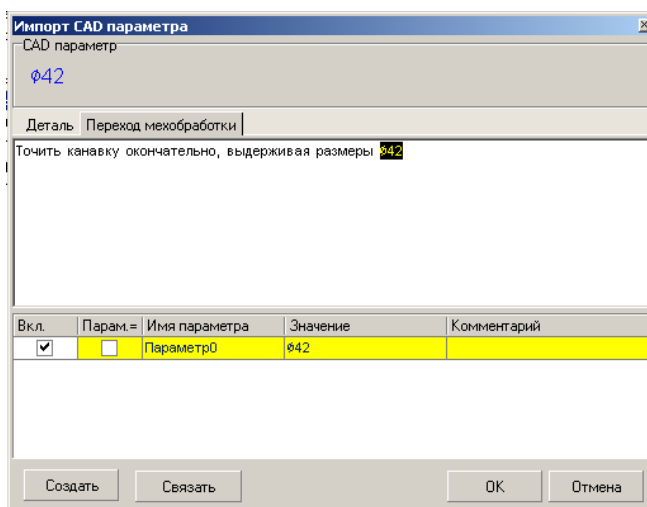

Рис.1
3. В открывшемся окне **Импорт САД параметра** (рис. 1) перейдите на вкладку **Переход мехобработки**. Нажмите кнопку **Создать** и поставьте галочку в ячейке **Вкл.** Нажмите кнопку **OK**.